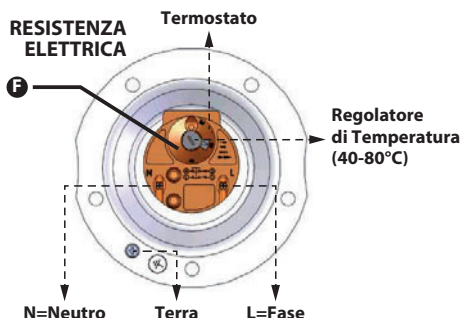

Figura 2.22
INTERRUTTORE AUTOMATICO TERMoeLETTRICO AUSILIARIO PER IL TERMOSTATO (F) (Figura 2.22)
RIPRISTINO DELL'INTERRUTTORE TERMoeLETTRICO (F) (Figura 2.22)
- Quando si prevedono lunghi periodi senza l'uso di acqua calda (es. vacanze estive) si raccomanda di coprire la superficie del collettore, in modo da evitare che raggiungano temperature elevate le quali potrebbero far intervenire la protezione termoelettrica del termostato e interrompere il circuito elettrico (v. sezione "RIPRISTINO DELL'INTERRUTTORE TERMoeLETTICO (F) (Figura 2.22)" a pag. 29).